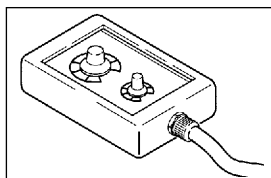

Fig. 8
2.2.4 Fjernbetjening RC07 til MIG/MAG-svejsning (Fig. 8)